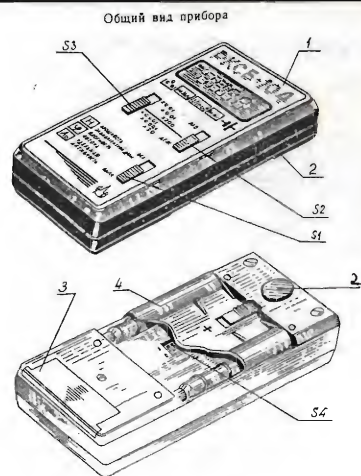

figura 6 - Riferimenti al modello PKCb-104, digitale beta e gamma.
*Chiudere il vano posteriore, e disporre i due deviatori S2 e S3 in alto, sono i due deviatori a slitta verso il display (figura 6), rispettivamente su PAb e su x 0.01, x 0.01, x 200*
Misura raggi beta e gamma, è alimentato con la classica pila a 9V alloggiata sotto lo sportellino posteriore (figura 6, rif. 3)
Sul lato posteriore è presente lo sportellino (figura 6, rif. 4) su cui sono situati gli schermi dei tubi, da rimuovere per effettuare misurazioni su raggi beta, e una serie di otto DipSwitch (S4).
L'interruttore di accensione è in basso a destra (figura 6, S1) il deviatore sotto il display a sinistra commuta le due portate selezionate (figura 6, S3), mentre il deviatore in alto a destra
(figura 6, S2) se è spostato verso il display, in posizione PAb, effettua la misura per 25 secondi circa, emette un suono intermittente, e blocca il conteggio. Spostato verso il basso, in posizione AEX, effettua le misure azzerando il contenuto del display ogni 25 secondi circa e iniziando la misura successiva in modo automatico.
Altre selezioni vengono effettuate per mezzo dei DipSw (figura 6, S4) situati sotto lo sportellino posteriore.
Sul lato posteriore dello strumento è presente un tappo in plastica di forma circolare che copre una presa DIN a 5 poli (figura 6, rif. 2), del tutto simile a quella del modello precedente, a cui dovrebbe essere collegata una sonda esterna.